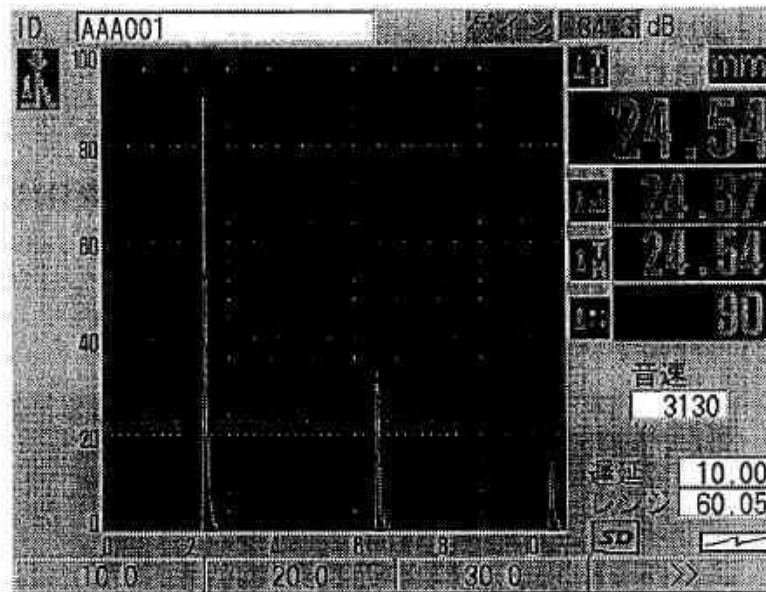

図 4-3 フルスクリーン表示
- 測定値表示領域の下に有効なパラメータ領域が表示されます。この表示モードでは恒常的には表示されないパラメータを選択すると、そのパラメータがこの表示領域に表示されます。29 ページ図 4-3 にあるスクリーンショットの場合には、音速設定はここに表示されます。